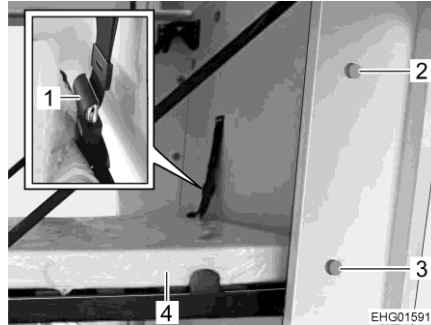

Bild 92 Utfällbar säng
- Dra upp den övre frigöringsknappen (Bild 92,2) och fäll försiktigt ner den utfällbara sängen (Bild 92,4) tills den låser fast i det nedre låset i horisontellt läge.
- Stäng säkerhetsremmen (Bild 92,1) från sidoväggen till den utfällbara sängen.
- Dra ned den nedre frigöringsknappen (Bild 92,3) och fäll försiktigt upp sängen. Se till att inga kroppsdelar fastnar. Sängen måste låsas fast i vertikal läge i den övre spärren.